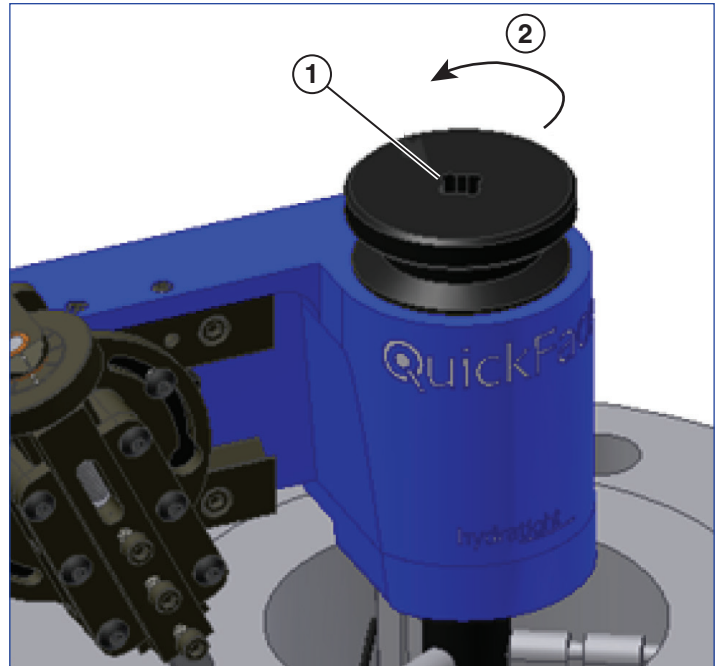

Figura 15
11. Si la superficie está como se necesitaba, retire la máquina girando la maneta de bloqueo del mandril en sentido antihorario (véase la Figura 15). Si la superficie necesita un nuevo corte, repita los pasos 4 a 11 hasta acabar.